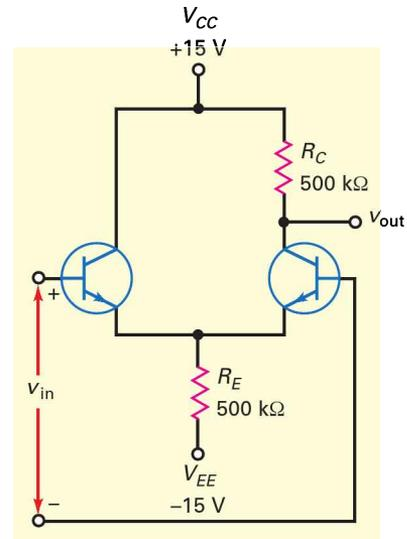

Figure 15.37
- 15.10 Quel est le gain en tension mode commun sur la figure 15.37 ? Si une tension mode commun de $20 \mu\text{V}$ existe sur les deux bases, quelle est la tension mode commun à la sortie ?
- 15.11 D'après la figure 15.37, $v_{\text{in}} = 2 \text{ mV}$ et $v_{\text{in(MC)}} = 5 \text{ mV}$. Que vaut la tension AC de sortie ?
- 15.13 Si les tensions d'alimentation sur la figure 15.37 sont réduites à $+10 \text{ V}$ et -10 V , quel est le taux de réjection mode commun ? Donnez la réponse en dB.